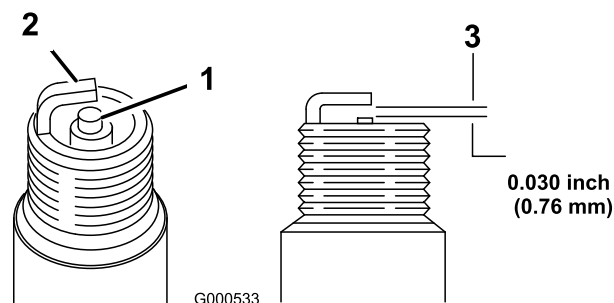

Figura 25
5. Regolate la distanza tra gli elettrodi della candela a 0,76 mm, come illustrato in Figura 25.